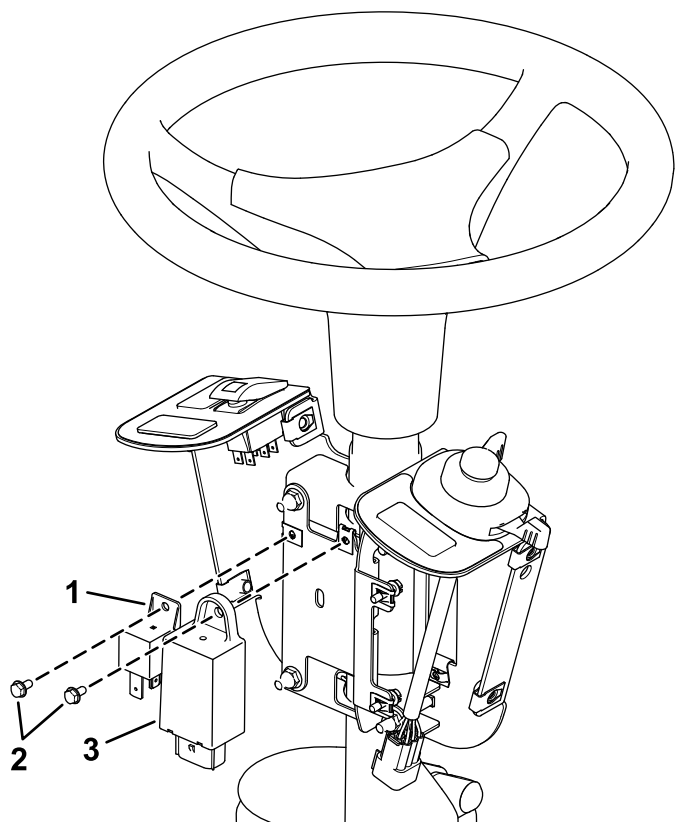

**Figura 6**
3. Instale el interruptor basculante y los tapones en el soporte de los interruptores (Figura 6).